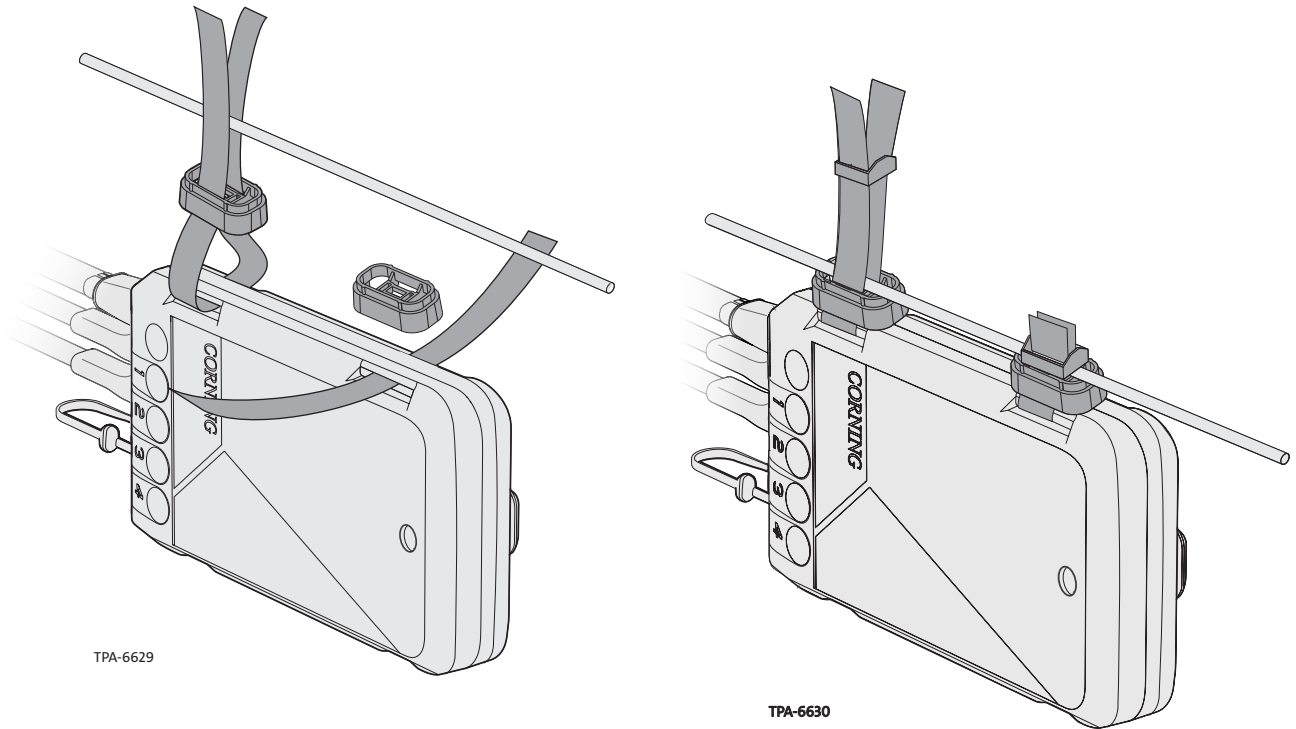

Abbildung 4
Schritt 1: Ziehen Sie die Bänder durch die Abstandstücke und die Schlitze an der Unterseite des Terminals. Während sich das Stahlseil zwischen den Bändern befindet, bringen Sie den Verschlusskopf auf dem Band an und ziehen Sie ihn auf dem Stahlseil fest (Abbildung 4).